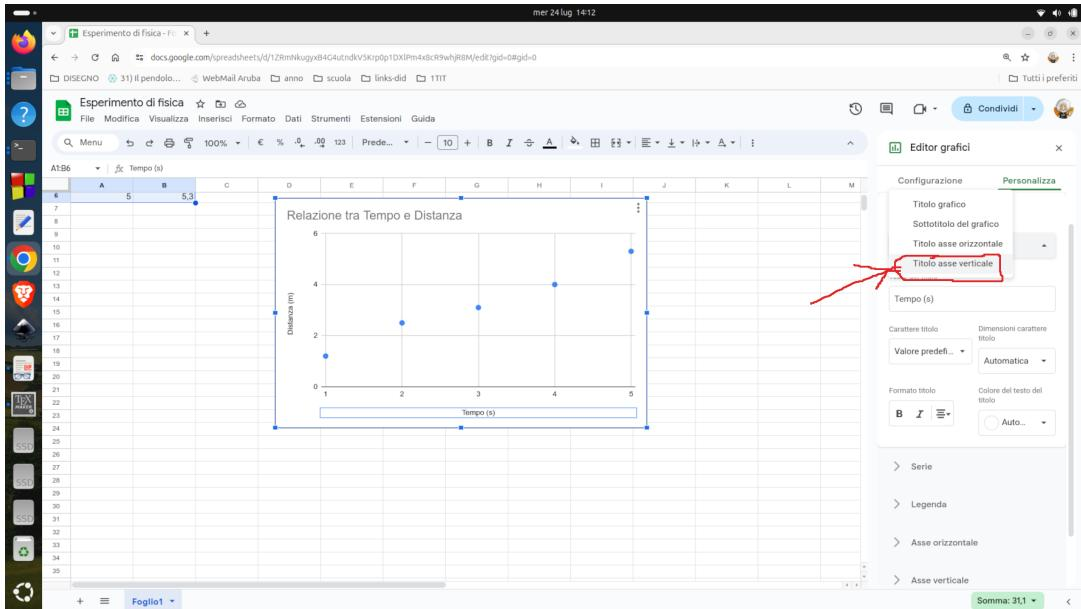

Figura 3.27 – Scelta menu per l’asse verticale.
6. Seleziona dal menu a tendina **Titolo asse verticale:** (figura 3.27).